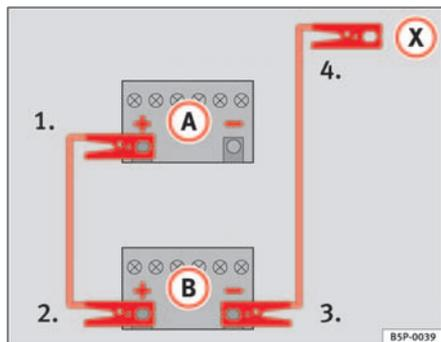

Fig. 198 Esquema de conexión de los cables de emergencia
En la ⇒ fig. 198 **A** representa a la batería sin carga y **B** a la batería con carga.
- 1. Emberne un extremo del cable de emergencia rojo al polo positivo ⇒ fig. 198 ⊕ del vehículo con la batería descargada ⇒ ⚠.